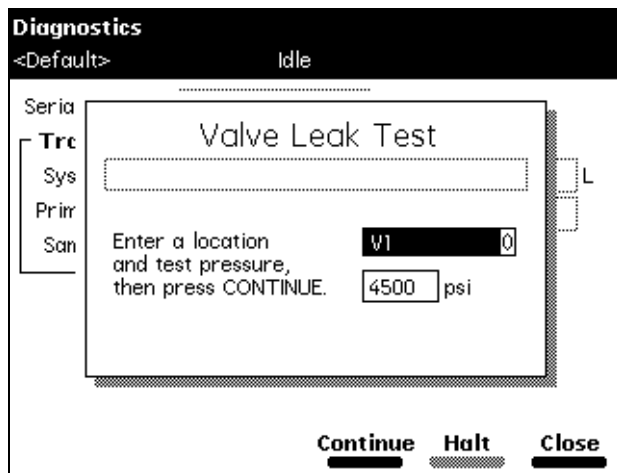

图 8-13 阀渗漏测试屏幕
1. 选择 Other Diagnostics（其它诊断）屏幕中的 **Valve leak test（阀渗漏测试）**，然后按 **OK（确定）** 屏幕键。出现 Valve Leak Test（阀渗漏测试）屏幕（图 8-13）。